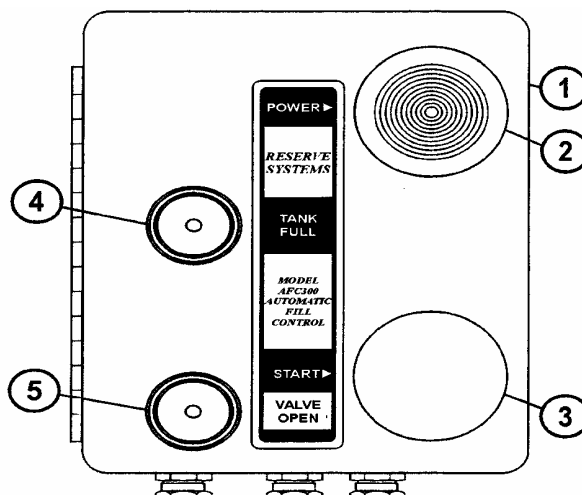

FIGURA 2-1. PANEL DE CONTROL
2. Tire el interruptor (2, Figura 2-1) para accionar el sistema.
3. Presione el interruptor de partida (3). La luz "VÁLVULA ABIERTA" (5) se debe encender y comenzará el proceso de llenado.
4. Cuando el estanque esté lleno, la luz "VÁLVULA ABIERTA" se apagará y la luz "FULL" (LLENO) (4) se encenderá.
6. Presione y mantenga presionado el interruptor de partida (3) por algunos segundos.
8. Presione el interruptor (2) para desactivar el sistema.
4. MOTOR – a. Revise el nivel del aceite en la varilla de medición. Consulte el manual del motor para las recomendaciones de aceite (Clave de Lubricante "A"). NOTA: Si el camión está equipado con un estanque de aceite de motor de reserva, el aceite se debe ver en el visor del centro (en el medio). En caso contrario, agregue aceite al estanque de reserva hasta que se vea en el visor superior. Además, con el motor funcionando, revise la operación de la luz indicadora de LED. Vea a continuación la descripción de señales de la luz de LED. Consulte la Figura 2-1. Señales de Luz de LED: <ul style="list-style-type: none"> • Fija – La bomba 1 está extrayendo aceite del cárter del sumidero del motor y reduciendo el nivel de aceite. • Destello regular – La bomba 2 está devolviendo aceite al sumidero del motor y aumentando el nivel de aceite. • Destello irregular – El aceite está en el nivel de funcionamiento correcto b. Revise la tubería de escape por seguridad c. Revise por si hubiera ruidos anormales y filtraciones de fluido d. Filtro Eliminator – Revise el indicador de operación